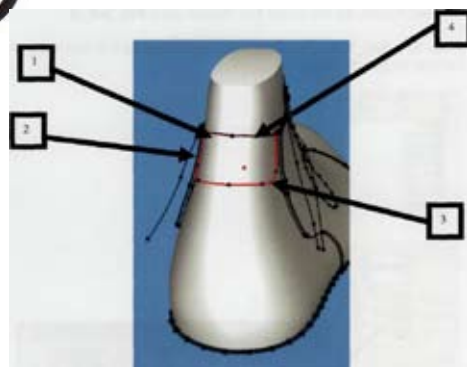

Рис. 35
- Поочередно нажмите на четыре линии, очерчивающие необходимую нам площадь, в указанном порядке. Линии должны быть выбраны именно в этом порядке, а их цвет должен смениться на красный (рис. 35).